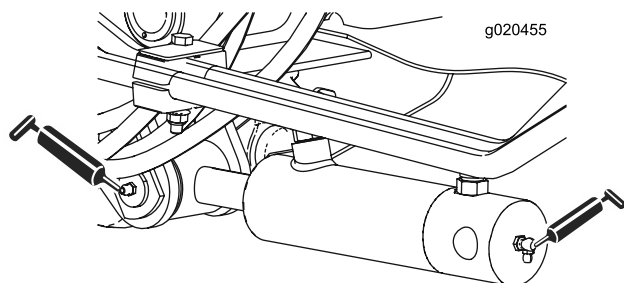

Figura 39
- Dois (cada lado) casquilhos do cilindro do braço de elevação (Figura 39)